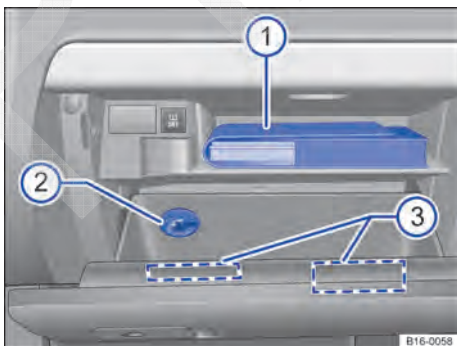

Fig. 114 Porta-luvas aberto.
A literatura de bordo encontra-se na parte superior do porta-objetos $\Rightarrow$ Fig. 114 ①.